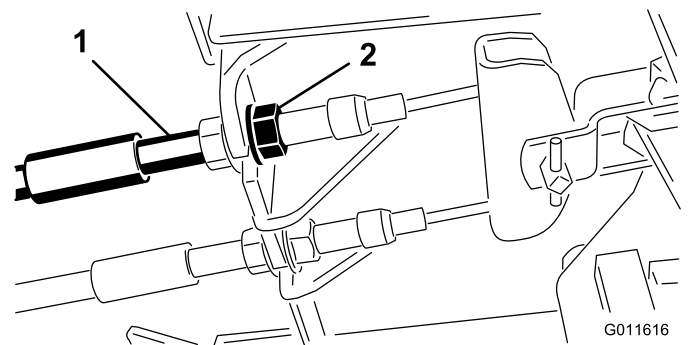

**Bild 96**
Stellen Sie die Bremsen ein, wenn das Bremspedal mehr als 2,5 cm Spiel hat, oder wenn die Bremsen nicht mehr gut genug greifen (**Bild 96**). Als Spiel gilt der Abstand, den das Bremspedal zurücklegt, bevor ein Bremswiderstand spürbar ist.
2. Ziehen Sie die hintere Mutter an, um den Zug nach hinten zu bewegen, bis das Bremspedal ein Spiel zwischen 0,63 mm bis 1,27 cm aufweist, bevor die Radsperrung auftritt (**Bild 96**).